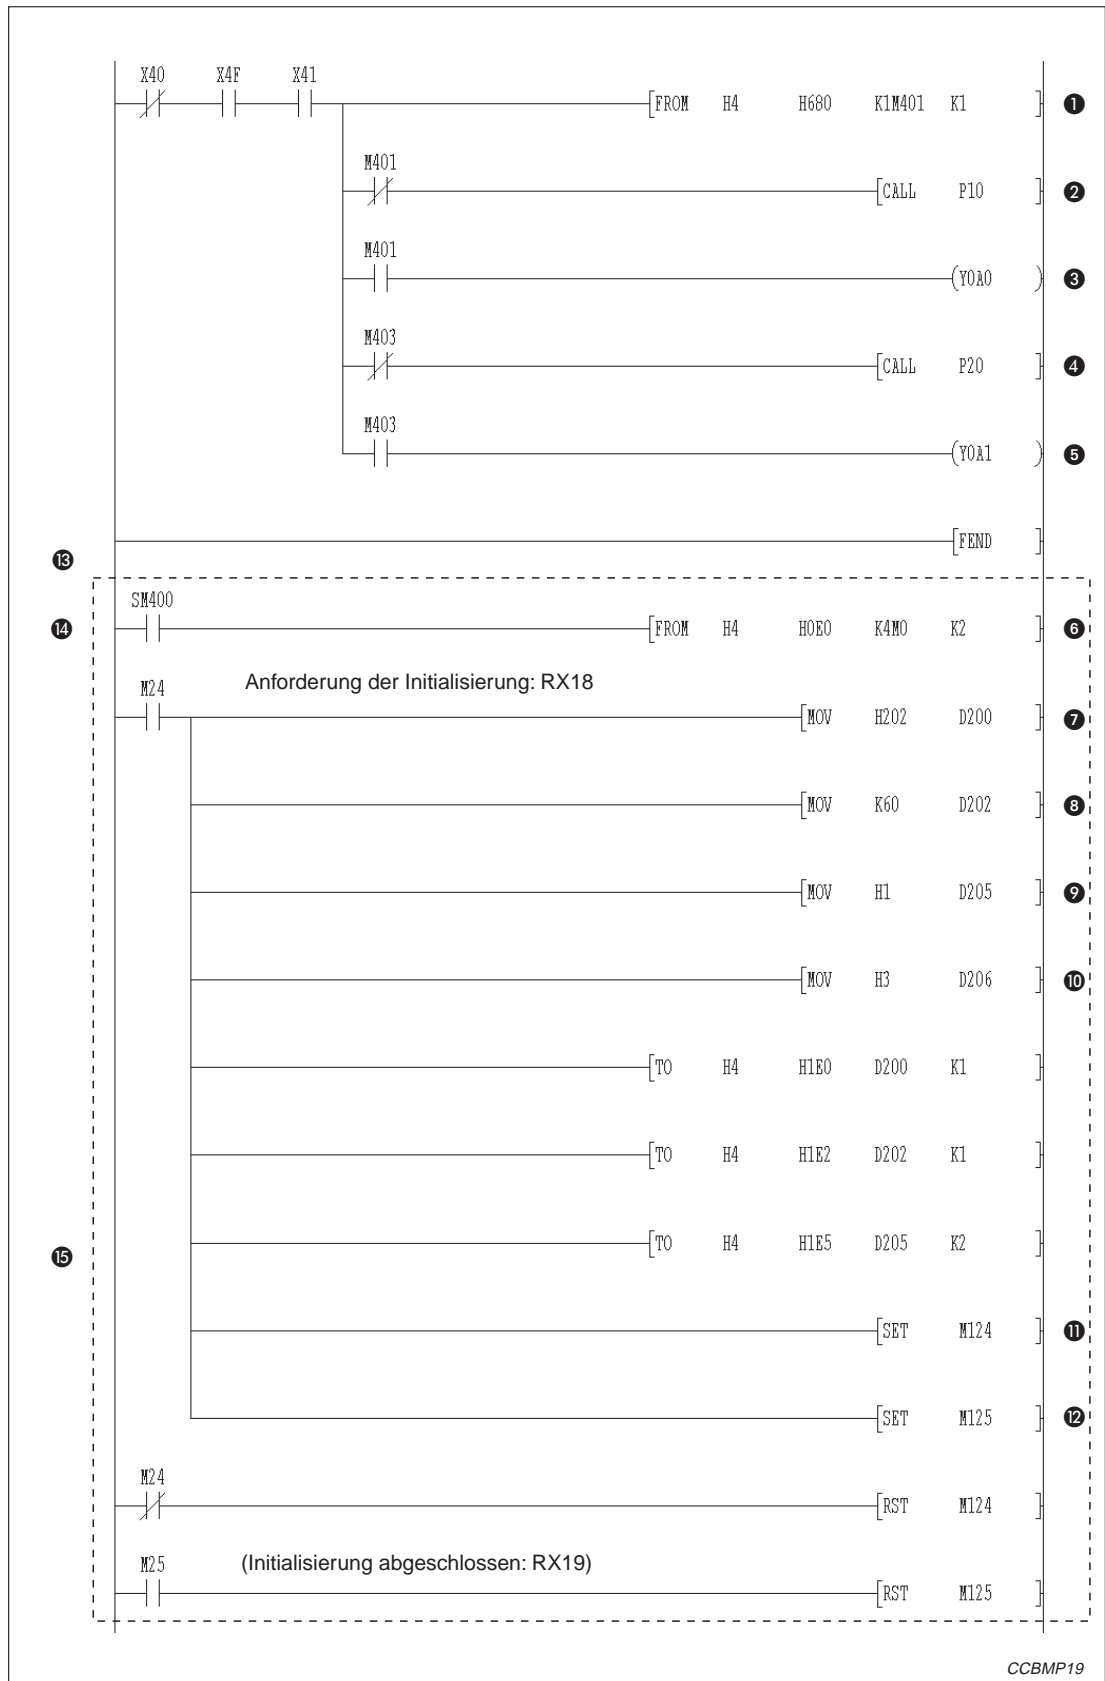

Abb. 12-9: Kommunikationsprogramm (1)
⑥	Dezentrale Eingänge (RX) des AJ65BT-64AD erfassen
⑦	Mittelwertbildung einstellen
⑧	Zeit für die Mittelwertbildung bei CH2 (60 ms) und die Anzahl der Werte, die für die Mittelwertbildung verwendet werden
⑨	Datentyp (-2048 bis 2047)
⑩	A/D-Wandlung für CH1 und CH2 freigeben
⑪	Initialisierung abgeschlossen (RY18)
⑫	Anforderung der Initialisierung (RY19)
⑬	Datenaustausch mit AJ65BT-64AD
⑭	P10
⑮	Initialisierung
**Tab. 12-7:** Erläuterung zum Beispielprogramm (Abb. 12-9)